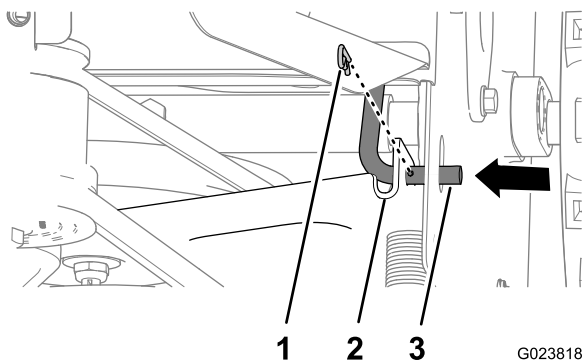

Рисунок 41
- Извлеките шплинт из штока управления тягой (Рисунок 41).
- Извлеките шток управления тягой из кронштейна управления тягой, переместив шток внутрь (Рисунок 41).
- Переместите кронштейн управления тягой назад и совместите отверстие в кронштейне со штоком управления тягой (Рисунок 41).
- Проденьте шток через кронштейн и закрепите шток шплинтом (Рисунок 41).